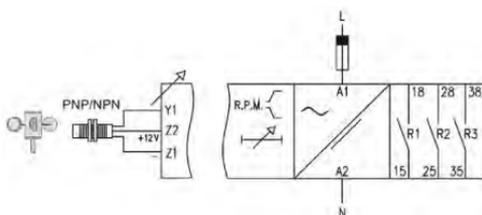

Fig.5
- 1) Conectar la alimentación principal (230 V AC) a los bornes A1 y A2 del equipo de control. (Fig. 5) El led verde debe estar iluminado en el caso de haber hecho el conexionado correctamente.